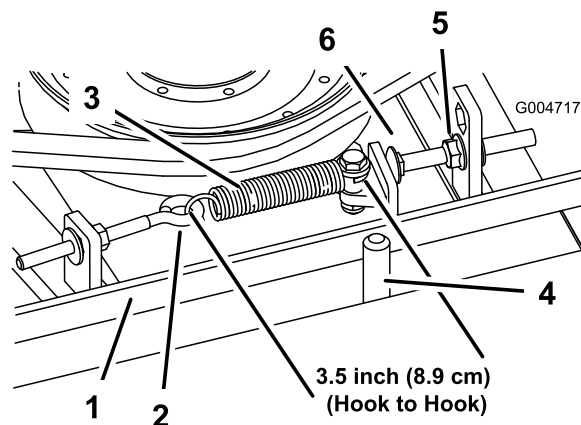

Bild 93
Bei richtiger Spannung sollte die Messung innen an der Verlängerungsfeder (Haken zu Haken) ungefähr  $8,3 \text{ cm} \pm 9,5 \text{ cm}$  betragen. Wenn die Federspannung richtig ist, stellen Sie die Anschlagsschraube (Schlossschraube) ein, bis der Abstand zwischen dem Schraubenkopf und dem Spannarm ungefähr 2-55 mm beträgt (Bild 93).
**Hinweis:** Achten Sie darauf, dass der Riemen auf der Federseite der Riemenführung positioniert ist (Bild 93).
2. Lösen Sie den Augenbolzen, um die Verlängerungsfeder abzunehmen (Bild 93).
3. Lösen Sie die Bundmutter, mit der die Anschlagsschraube an der Befestigungsnase befestigt ist, und schieben Sie die Spannscheibe vom Riemen weg, um die Riemen Spannung zu lösen (Bild 93).
- Setzen Sie die Verlängerungsfeder (Bild 93) wieder in den Augenbolzen ein und spannen Sie den Riemen wie folgt: